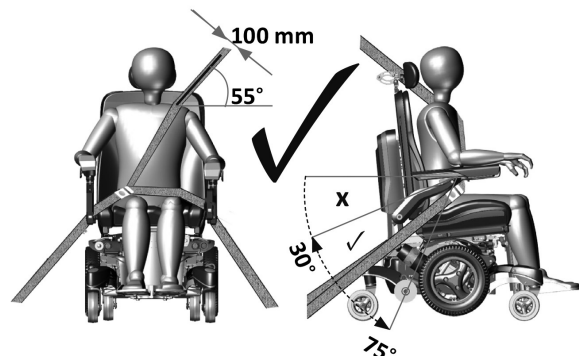
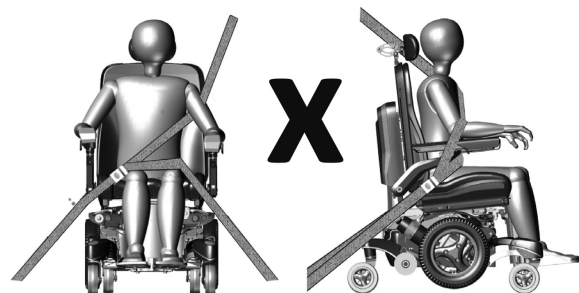

図 5.5 - 3点式乗員用シートベルトの正しい取り付け位置
図 5.6 - 3点式乗員用シートベルトの誤った取り付け位置
- 拘束具は車両の適切な支柱に取り付け、アームレストや車輪などの電動車いすの部品が、身体固定の妨げとならないようにしてください(図5.6)
- 骨盤ベルトは、骨盤前方の低い位置に、骨盤ベルトの角度が水平に対して30°~75°になるように装着してください。(図5.5)
- 推奨範囲内でより傾斜の強い(大きい)角度が好ましいとされています。(図5.5)
- 胸ベルトは、図のとおり、肩から胸にかけてしっかりと固定する必要があります(図5.5)。図5.6に、ベルトの悪い装着例を表示します